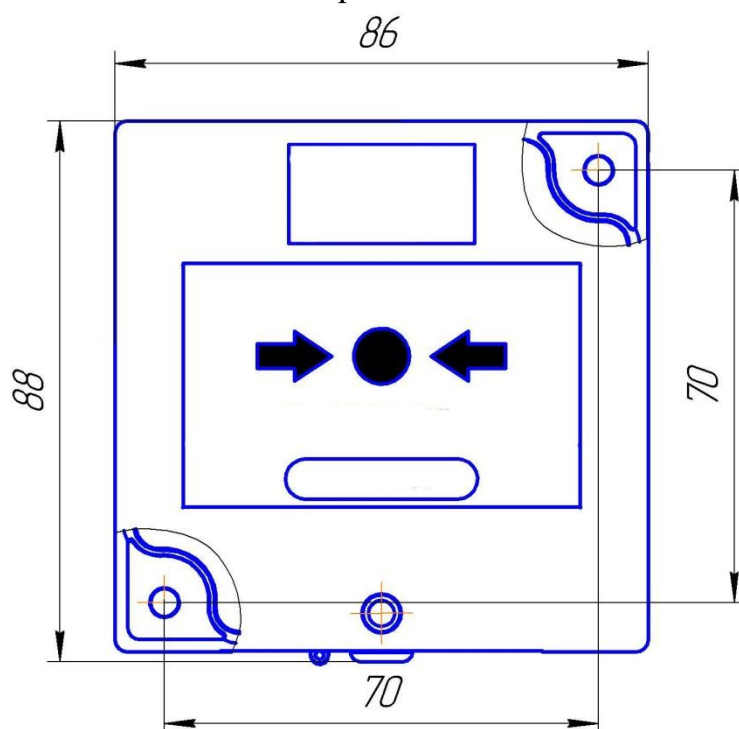
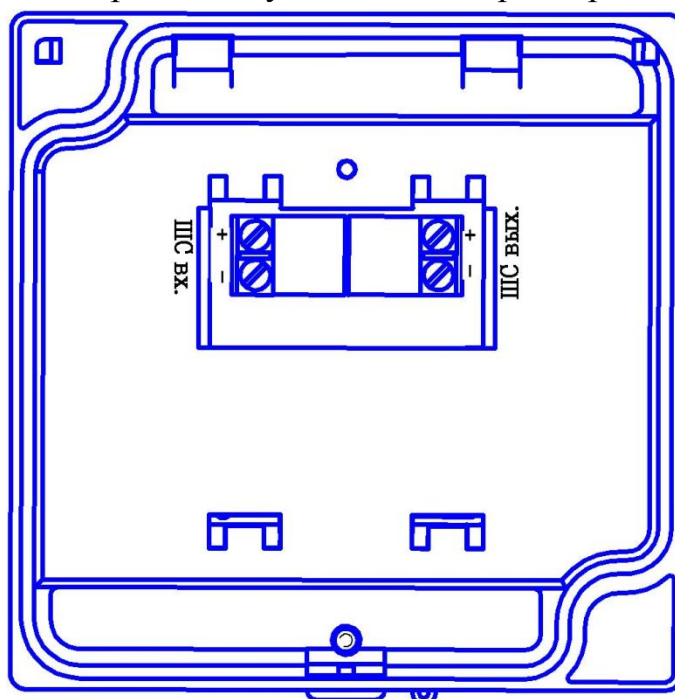

Рис. 1. Габаритные и установочные размеры CV1513
Рис. 2. Общий вид и расположение контактов на блоке CV1513
1.3.2 Габаритные и установочные размеры извещателя CV1513 приведены на рис. 1, размещение клемм на блоке – на рис. 2.
- разметить места установки дюбелей согласно рис. 1;